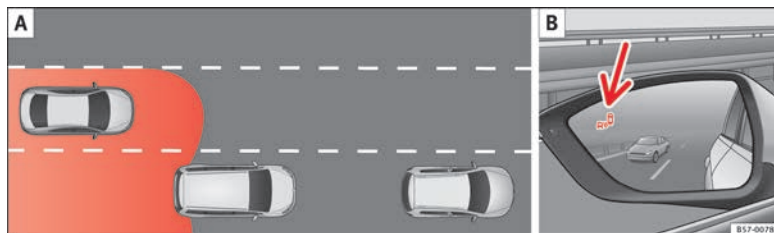

Fig. 194 Esquema: **A** Situação numa ultrapassagem com trânsito na parte traseira. **B** Indicação do assistente de ângulo morto no retrovisor exterior esquerdo.
Nas seguintes situações mostra-se uma indicação no retrovisor exterior» **Fig. 194 B** (seta) ou » **Fig. 195 B** (seta):
- Quando se é ultrapassado por outro veículo » **Fig. 194 A**.